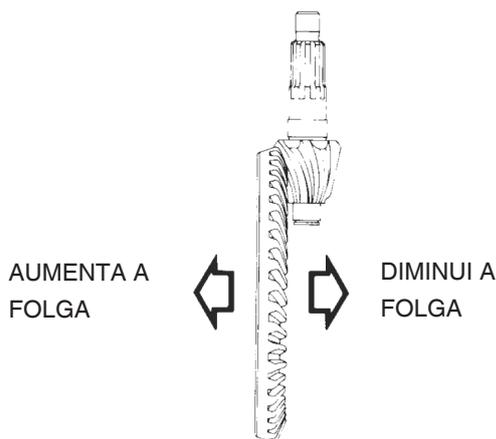

Figura 89
- C- A pré-carga indicada (**1.7- 3.5 N.m (15- 35 lbf pol.)**) será obtida com este procedimento. (figura 89)